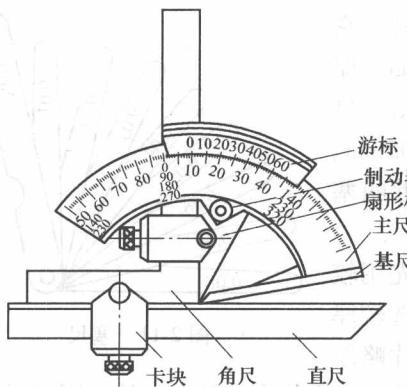

图 2-13 游标万能角度尺
1. 游标万能角度尺的构造 其构造如图 2-13 所示。它由基尺、主尺、角尺、直尺和游标等组成。基尺与主尺连在一起，扇形板带动游标能沿主尺移动，角尺可用卡块固定在角尺
上。”(见图 2-13)。游标万能角度尺的读数方法与游标卡尺相似。